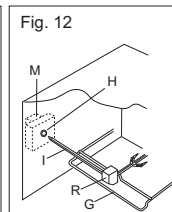

Fig. 12
- Plaats support **G** volledig in de oven, om de spies **I** in het gat **H** van motor **M** van het braadspits te laten vallen (Fig. 12).